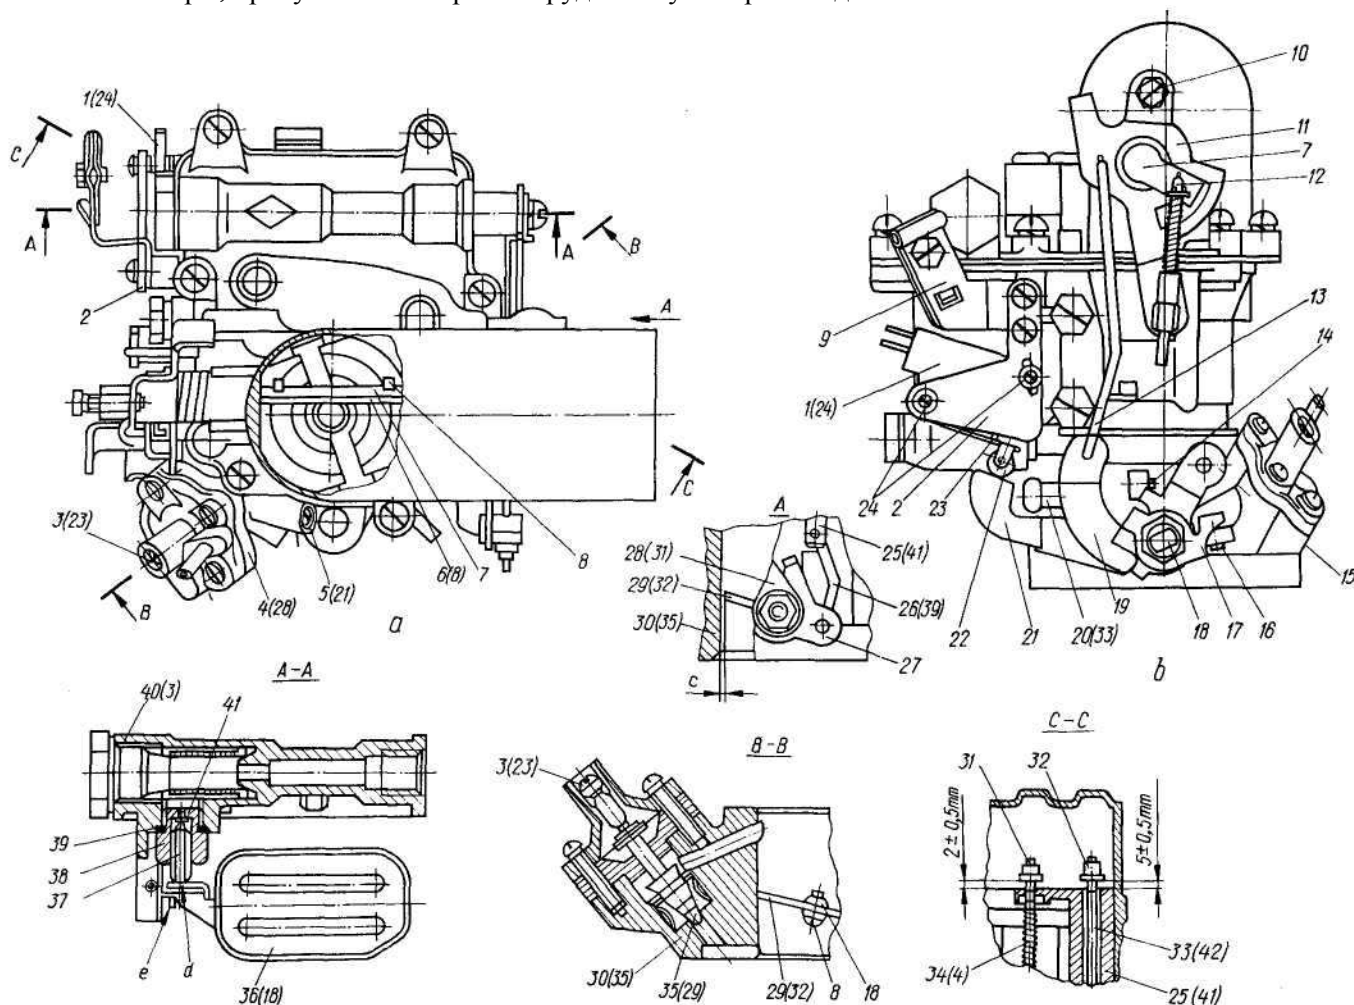

Рис. 38. Разрезы и сечения карбюратора (в скобках указаны номера позиций данных деталей на схеме карбюратора (рис. 35)):
- прослабление уплотнительной прокладки 39 (рис. 38) корпуса клапана (в этом случае топливо дополнительно проходит по резьбовому соединению);